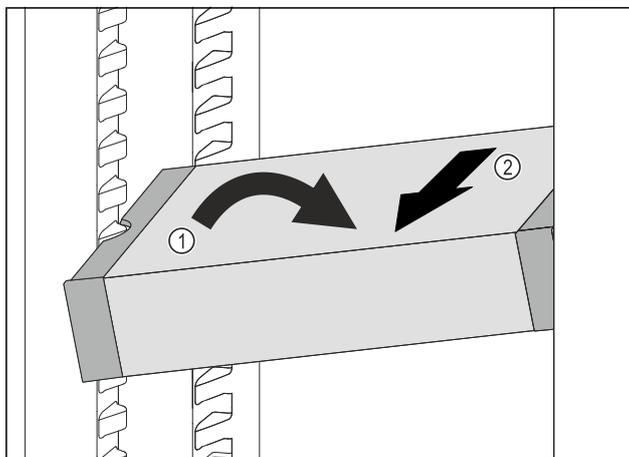

Fig. 143
- Fig. 143 (1)
- ▶ Sortir le tiroir VarioSafe par l'avant. Fig. 143 (2)